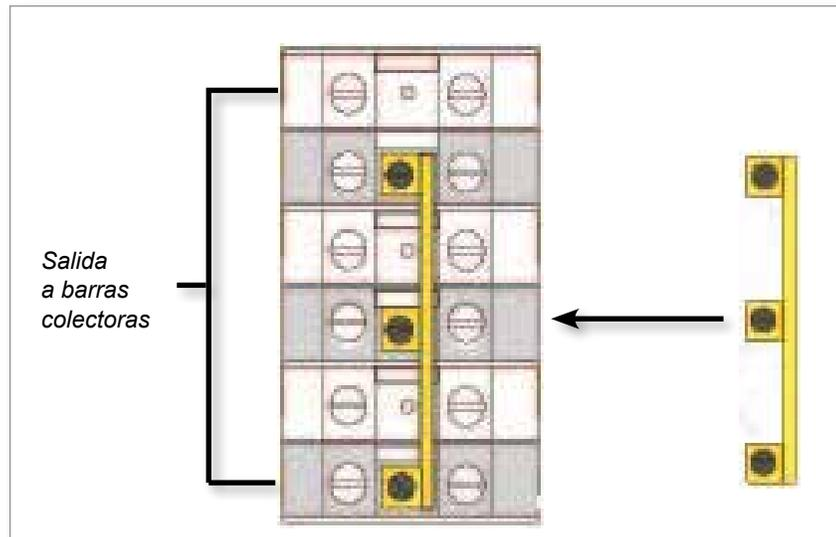

Figura 9-2 Instale el enlace de 3 vías
2. Instale el enlace de 3 vías. Consulte la Figura 9-2.